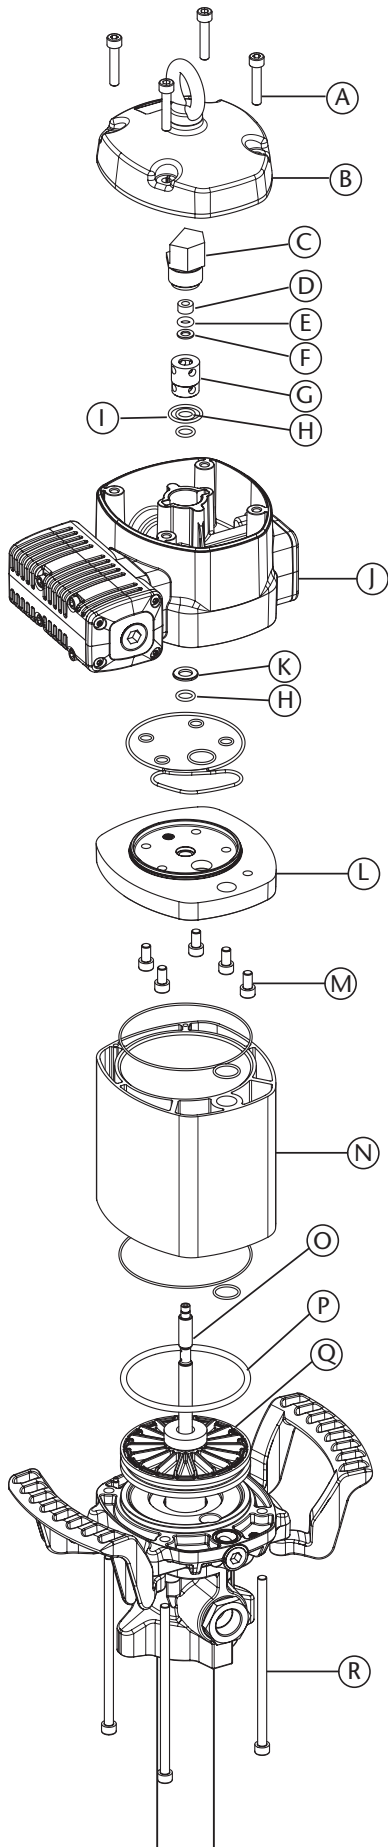

Рис. 8
УПЛОТНЕНИЯ ПНЕВМАТИЧЕСКОГО ДВИГАТЕЛЯ (РИС. 8)
3. Зажав щипцами гайку (D), вытянуть шток (О) так, чтобы вышла наружу его центральная расточенная часть (рис. 8а). Затем другими щипцами зажать шток (О) в области расточки для предотвращения повреждения поверхности уплотнения и отвинтить гайку (D) (рис. 8б).
4. Снять уплотнительное кольцо (Е) и кольцо (F). При сборке заменить их на новые.
5. Отвинтить болты (R). Снять корпус двигателя (J) с фланцем (L).
6. Снять крышку инвертора (G) и заменить на ней уплотнения (H) и (I).
7. Отвинтить болты (M) и отсоединить мотор (J) от фланца (L). Снять шайбу (K) и заменить уплотнение (H).
8. Аккуратно удерживая пневматический поршень (Q), снять цилиндр (N). Заменить уплотнение поршня (P).
9. Выполнить сборку деталей в обратном порядке. При сборке нанести на винты (M), гайку (D) и гильзу датчика (C) закрепитель резьбы.
Рис. 8а
Рис. 8б